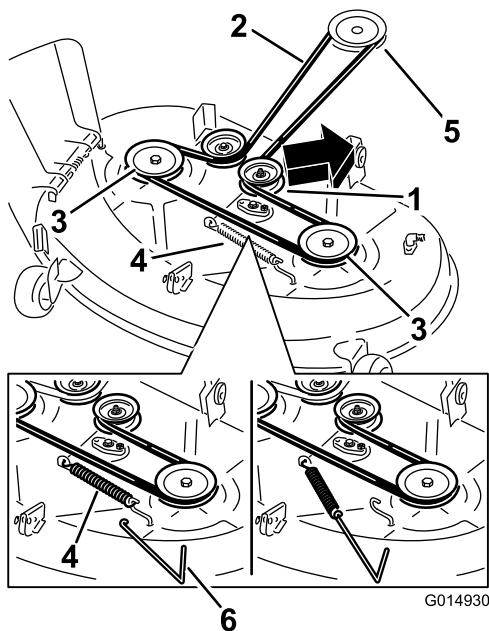
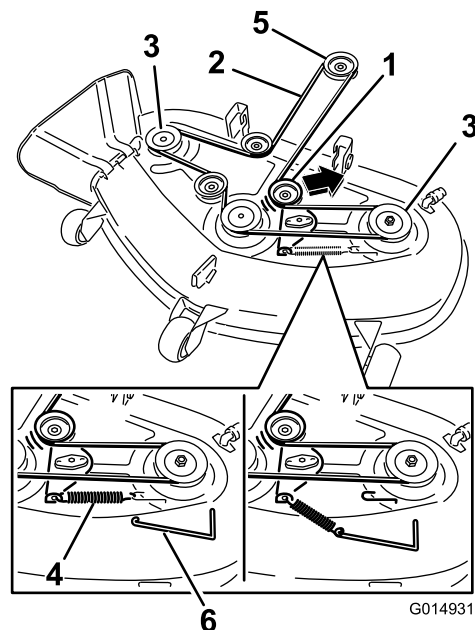

Figura 59
Figura 60
6. Utilizzando un attrezzo per la rimozione delle molle (n. cat. Toro 92-5771), rimuovete la molla del tendicinghia dal gancio del piatto di taglio per eliminare la tensione sulla puleggia tendicinghia e fate scorrere via la cinghia dalle pulegge (Figura 59 e Figura 60).
- Montate la nuova cinghia attorno alla puleggia del motore e a quelle del tosaerba (Figura 60).
- Servendovi di un attrezzo per la rimozione delle molle, agganciate la molla di rinvio al gancio del piatto di taglio per mettere in tensione la puleggia tendicinghia e la cinghia (Figura 59 e Figura 60).